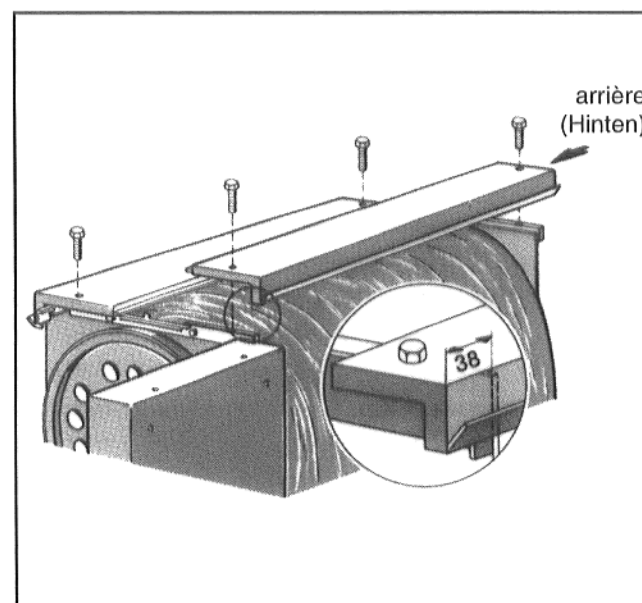

Fig. 11
- Poser la partie gauche et la partie droite du capot sur la traverse supérieure et les visser à l'avant et à l'arrière dans les traverses à l'aide de vis à six pans creux (Fig. 11).
La distance entre le bord avant de la partie capot et la paroi avant de la chaudière doit être de 38 mm (Fig. 11).